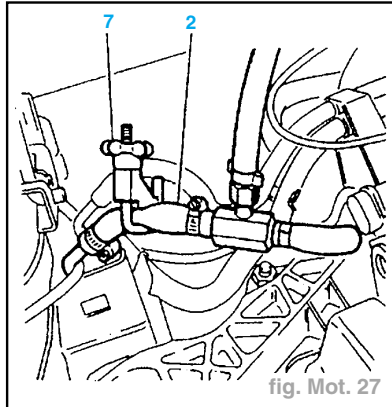

fig. Mot. 27
- Pincer le tuyau d'alimentation (fig. Mot. 27).